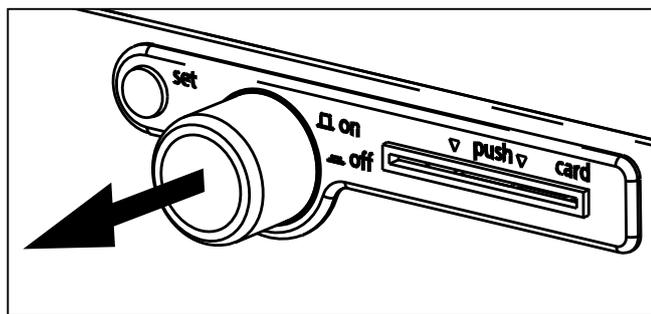

рис. 16 Включение инкубатора
- ▶ Включение: нажмите главный выключатель так, чтобы он вышел из панели инкубатора (рис. 16).
2. Включите инкубатор. Для этого нажмите поворотный регулятор на панели управления так, чтобы он вышел из панели инкубатора (см. рис. 16 на стр. 29).